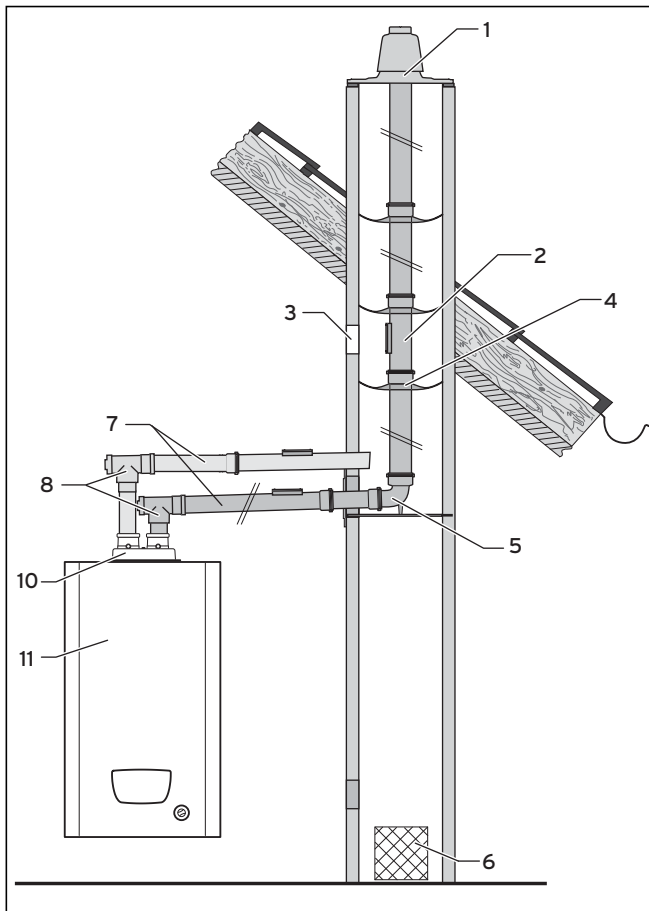

Fig. 7.4 Montaggio del condotto di adduzione dell'aria comburente dal camino
Legenda della fig. 7.4
6. Il condotto di scarico fumi nel camino deve essere retroventilato sull'intera lunghezza. A tale scopo il camino deve essere dotato di un'apertura di ventilazione con una sezione minima di 150 cm² (vedi pos. 6 nella fig. 7.4).
7. Se posto all'interno di edifici, il condotto di scarico deve trovarsi in locali costantemente ventilati dall'esterno. L'apertura verso l'esterno deve presentare una sezione interna di almeno 150 cm², vedi pos. 6 nella fig. 7.4.
- Montare la curva di sostegno (5) dal locale d'installazione al camino per lo scarico dei gas combustibili, come descritto al capitolo 6.6.3.
- Stabilire il luogo per l'installazione del condotto di adduzione dell'aria comburente sulla parete del camino, vedi fig. 7.4.
- Montare l'apparecchio (11, fig. 7.4) come indicato nelle istruzioni per l'installazione dell'apparecchio. È necessario il raccordo dell'apparecchio 80/80. Eventualmente sostituire l'elemento di raccordo dell'apparecchio (vedi cap. 7.3).
- Montare le prolunghe (7, fig. 7.4) procedendo dal camino o dalla parete esterna fino all'apparecchio.
- Per ultimo inserire le curve o i raccordi a T per la pulizia (8, fig. 7.4) e (9, fig. 7.4) del condotto aria e di quello fumi nei raccordi corrispondenti dell'apparecchio.